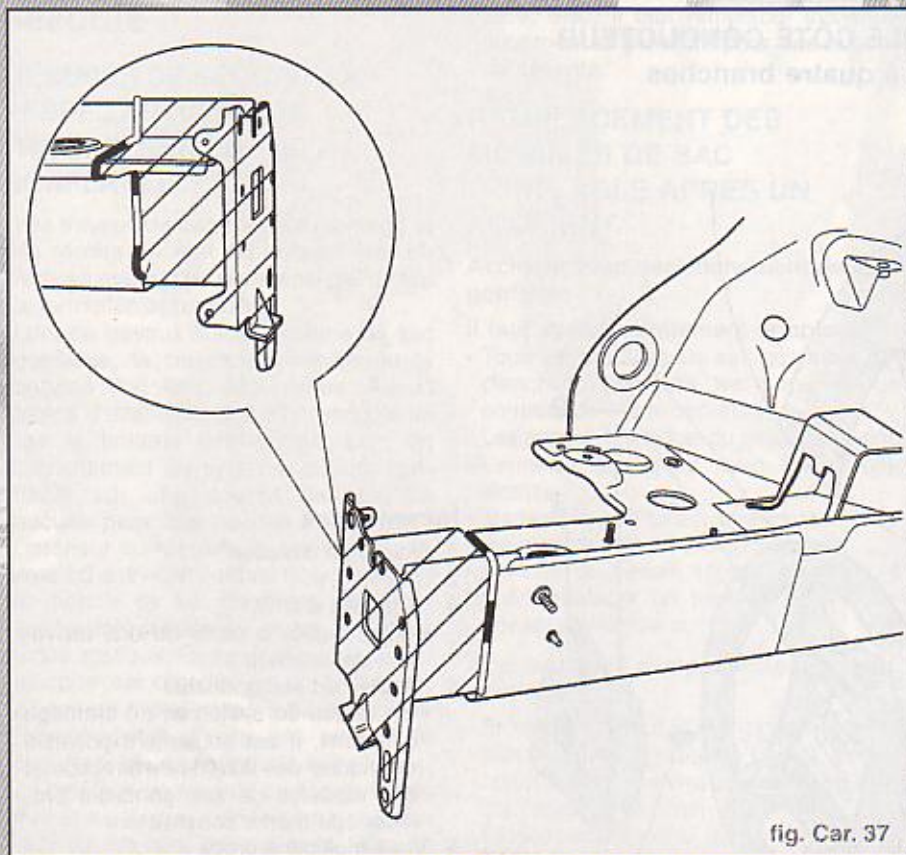

fig. Car. 37
- Tracer la ligne de coupe du longeron en avant du cordon de soudure (fig. Car. 37)